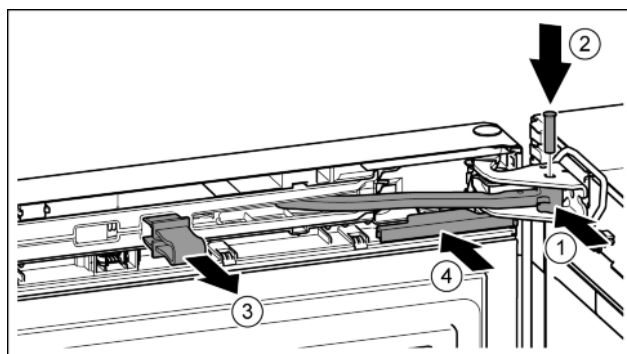

Fig. 25
- ▶ Przegub obrócić w płytce zawiasu. Fig. 25 (1)
- ▶ Sworzeń umieścić w płytce zawiasu i przegubie. Przy tym zwrócić uwagę, aby krzywka zatraskowa została prawidłowo umieszczona w rowku. Fig. 25 (2)
- ▶ Zdjąć zabezpieczenie. Fig. 25 (3)
- ▶ Wsunąć osłonę. Fig. 25 (4)